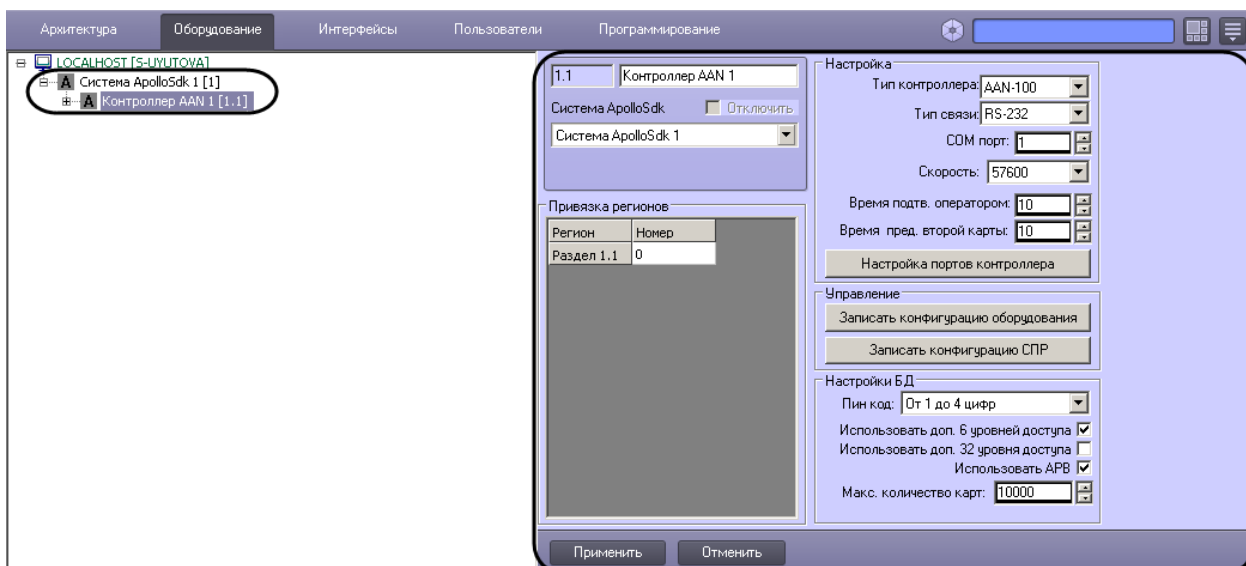

Рис. 3.3–1 Объект Контроллер AAN
1. Создать на базе объекта **ApolloSDK** объект **Контроллер AAN** (Рис. 3.3–1).
2. Перейти на панель настройки объекта **Контроллер AAN** (см. Рис. 3.3–1).